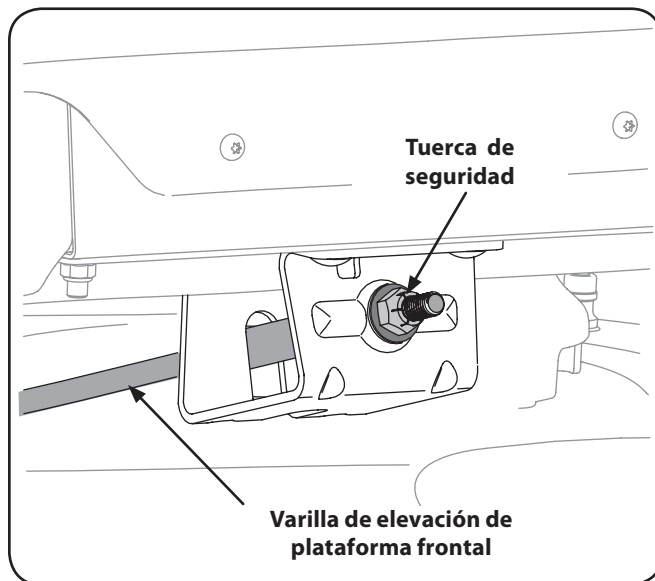

Figura 6-6
5. Con una llave, levante o baje la parte delantera de la plataforma girando la tuerca de seguridad de la varilla de elevación delantera de la plataforma. Vea la Figura 6-6.